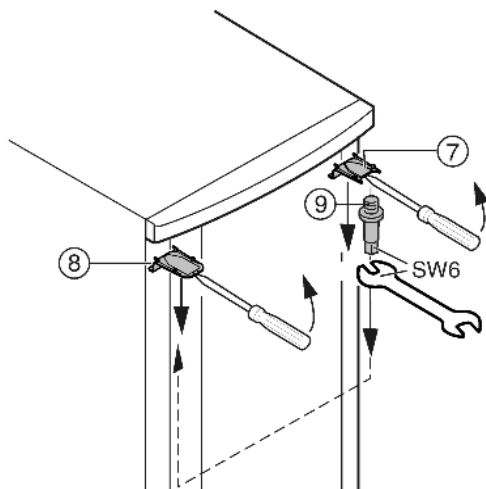

Fig. 6
- ▶ Popustite sprijeda odvijačem gornji pokrov Fig. 6 (7) i pokrov Fig. 6 (8) i uklonite ih koso prema dolje.
- ▶ Odvrnite svornjake ležišta Fig. 6 (9) i zavrnite ih na suprotnoj strani (silom od 4 Nm).
- ▶ Ponovo montirajte pokrov Fig. 6 (7) na strani svornjaka ležišta: umetnite ih straga, a zavravite sprijeda.
- ▶ Montirajte pokrov Fig. 6 (8) na suprotnoj strani: umetnite ih straga, a zavravite sprijeda.
- ▶ Objesite vrata gore u svornjak ležišta Fig. 6 (9).